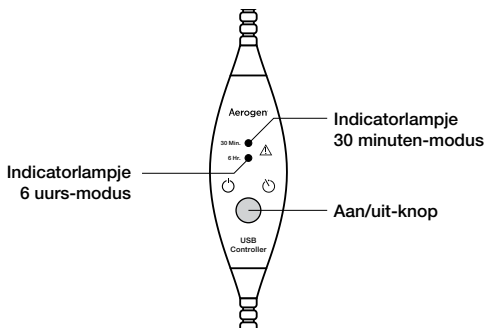

Afbeelding 2. Aerogen Palladium-technologie met trillend gas
- Zet geen overmatige druk op de koepelvormige openingsplaat in het midden van de vernevelaar (afbeelding 2).